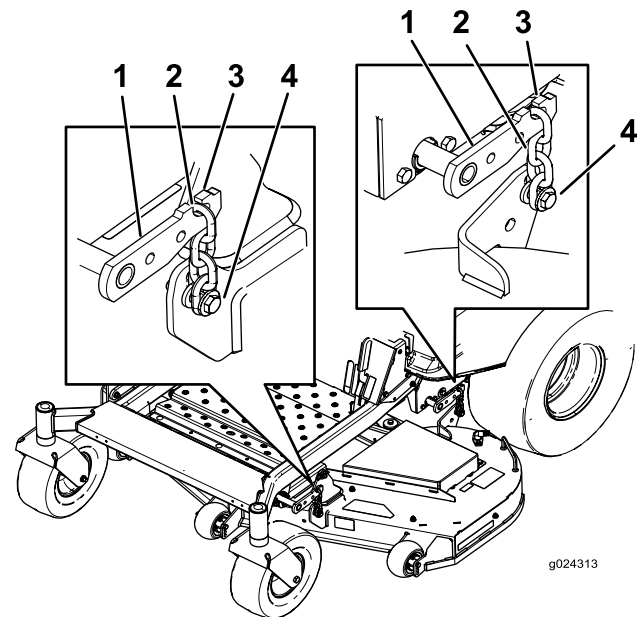

Figure 74
3. Détachez les chaînes des crochets sur les bras de levage du plateau (Figure 74).
6. Soulevez l'arrière du plateau de coupe et accrochez les chaînes aux bras de levage arrière (Figure 74).
7. Accrochez les chaînes avant aux bras de levage avant (Figure 74).